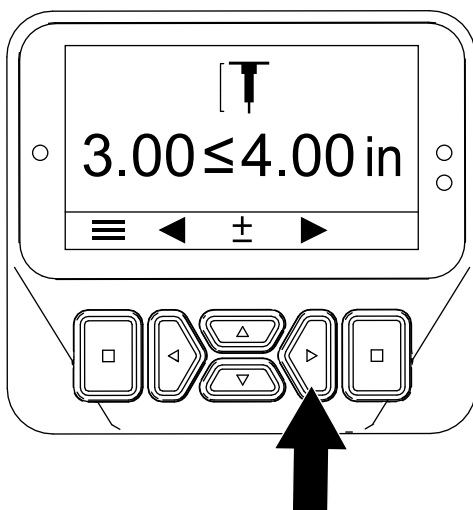

Figura 47
4. Pulse el botón derecho para mostrar la pantalla Setting the Hole Depth (Ajuste de la profundidad de las perforaciones) (Figura 47).